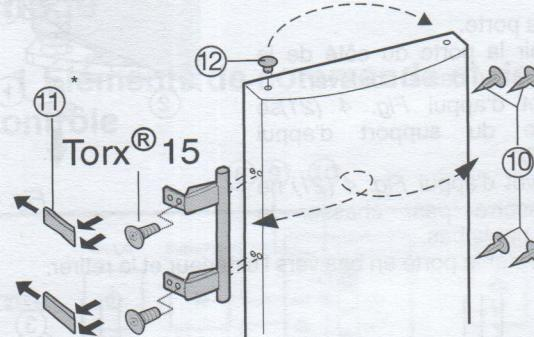

Fig. 7
- Enlever le bouchon Fig. 7 (12) du coussinet de la porte et le permuter de l'autre côté.
► Démonter la poignée de porte, le bouchon Fig. 7 (10) et les plaques d'appui Fig. 7 (11) puis les repositionner sur le côté opposé.